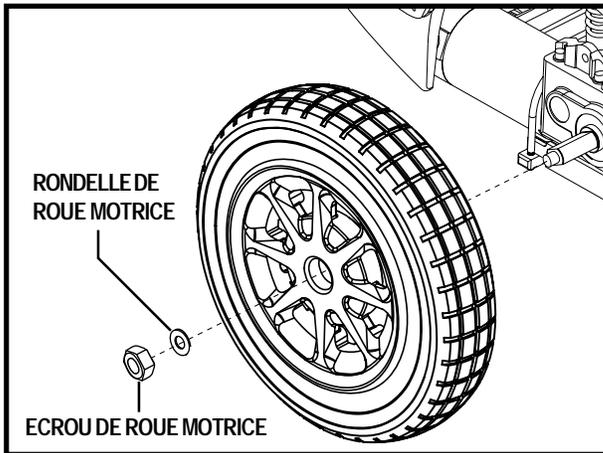

Figure 31. Enlèvement de la roue motrice
4. Retirez les écrous et la rondelle de roue motrice sur l'essieu. Voir la figure 31.